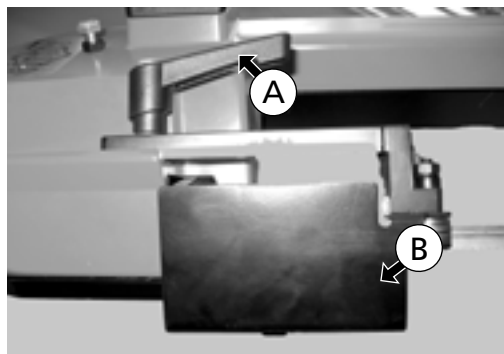

Fig. 48
3. Desaperte o manípulo (A) e baixe a guia da lâmina de corte (B) e a cobertura frontal até ao máximo (Fig. 48).